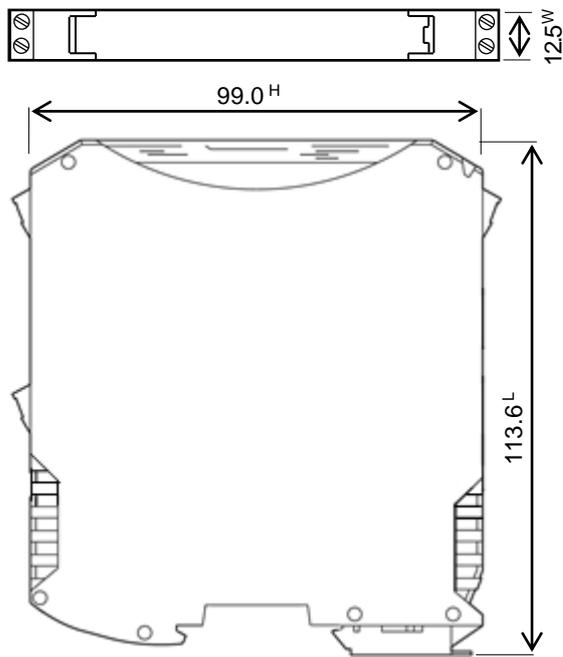

図 1 外形寸法図(ねじ端子台)
- (1) 外形寸法 12.5^W × 110.5^H × 118^L mm (端子台を含む) … 端子台を除く寸法・外観は、図 1 参照
- (2) 保護構造 IP20
- (3) 取付 35 mm DIN レール
- (4) 端子